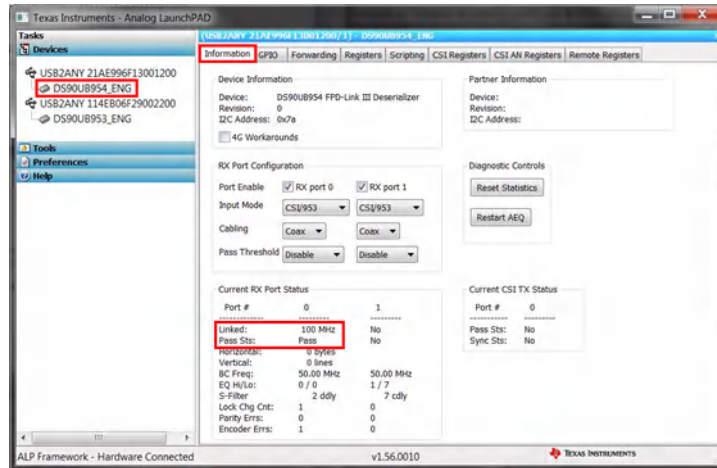

图 3-38. 在 ALP 中验证 DS90UB954 (或变体) 的“Pass”和“Lock”
- 通过检查“Pass Sts:”是否显示“Pass”以及“Linked”是否具有图 3-38 中所示的频率，确保器件设置正确。此外，确保 DS90UB954EVM (或变体) 上的 D3 (标记为“Lock”) 和 D15 (标记为“Pass”) 已点亮。